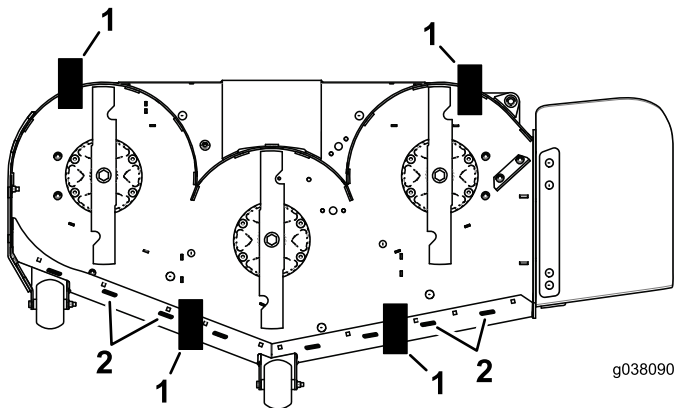

Figure 122
- 9. Placez deux cales (voir tableau ci-dessous) sous le bord arrière de la jupe du tablier de coupe, une de chaque côté (Figure 122).